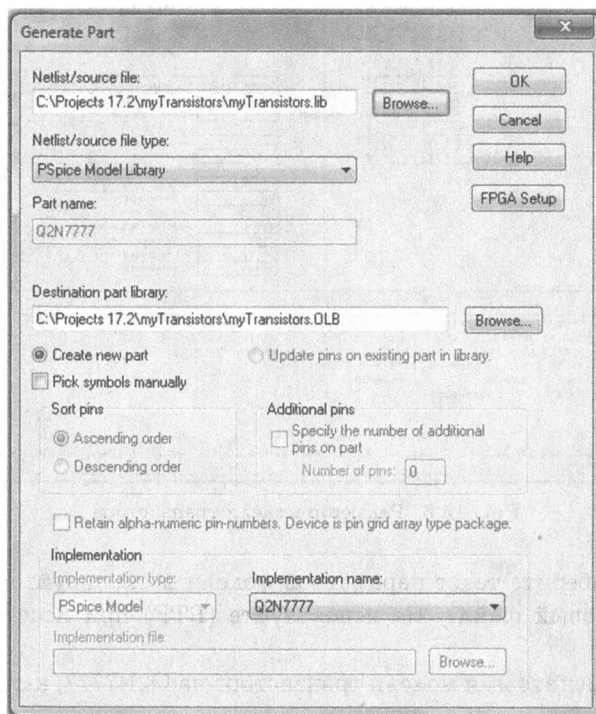

Рис. 15.8. Подключение библиотек для новой модели транзистора
7. В диспетчере проектов убедитесь, что файл myTransistors.dsn выделен и выберите Tools > GeneratePart. В окне GeneratePart (рис. 15.8) выберите: